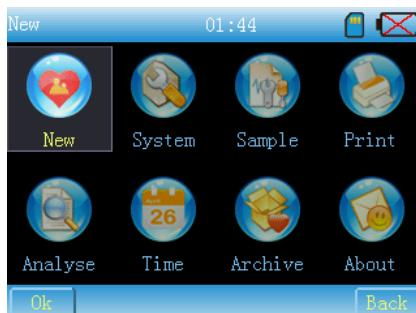

Fig. 7-5
3. **Menu** Cliquer sur cette icône ou sur la touche menu pour accéder au menu principal, comme illustré dans la Fig.7-5.